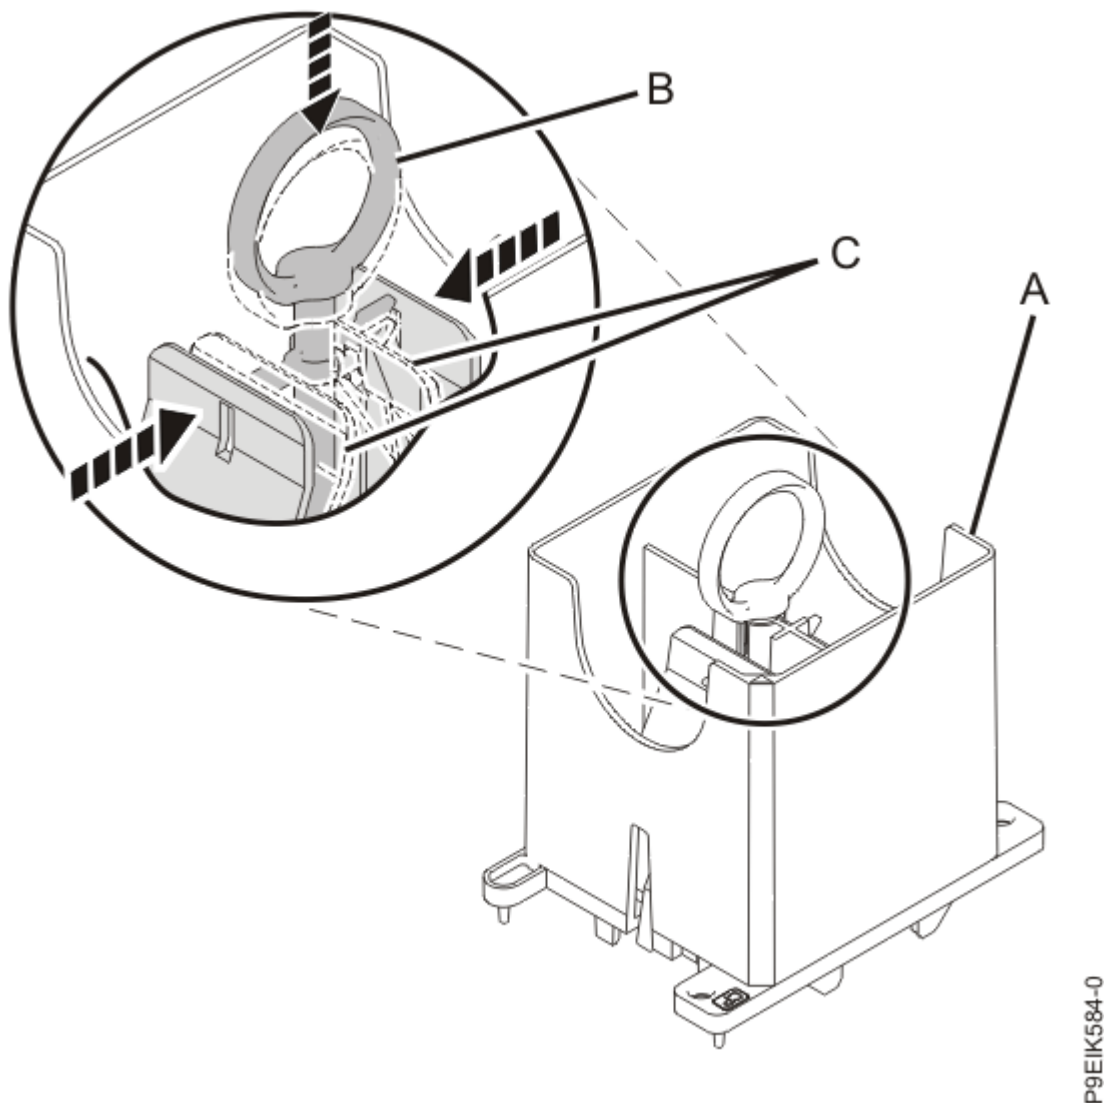

Figura 8. Cómo asegurarse de que la herramienta de extracción esté en posición abierta
- a) Asegúrese de que la herramienta de extracción **(A)** esté en posición abierta, tal como se muestra en la Figura 8 en la página 11. Se ha de presionar el anillo central **(B)** y las pestañas de color azul **(C)** se deben girar hacia adentro.